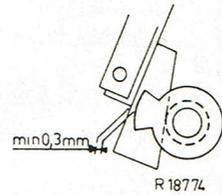

Fig.8
11. Dans la position hors circuit la butée de nylon doit être située 0,3 mm minimum librement de la came du plateau (voir la fig. 8).